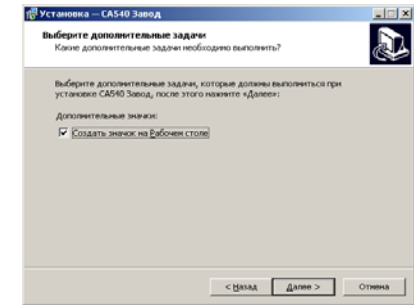

Рисунок 8.4
4) На екрані з'явиться вікно (рисунок 8.4). Зробити установку, як показано на рисунку, або відмовитися від створення значка на Робочому столі, потім клацнути по кнопці Далее.